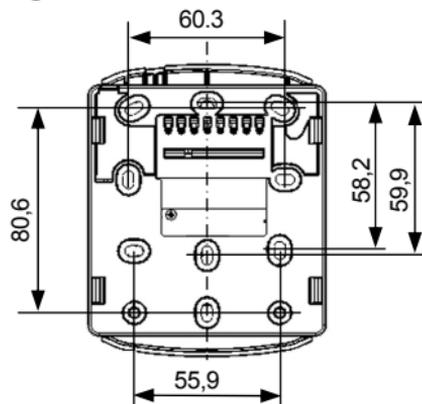
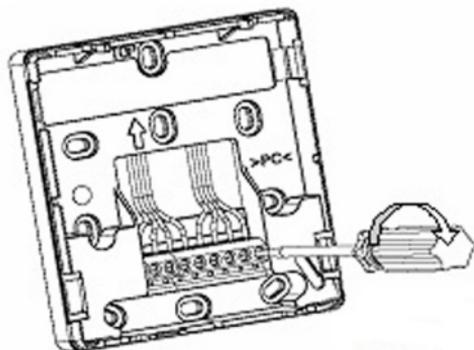
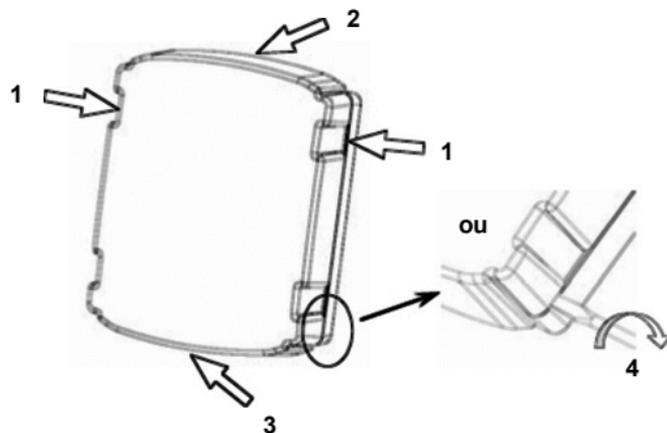
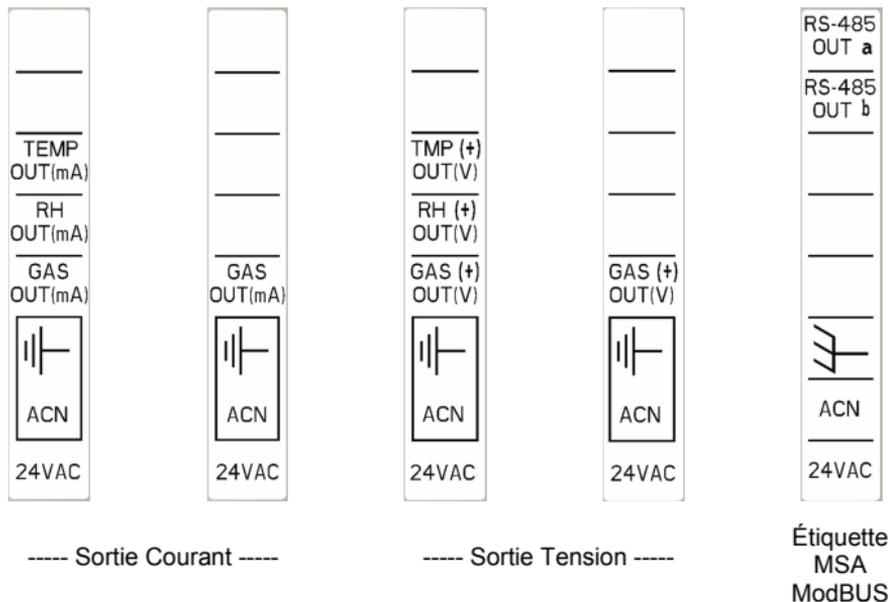

Fig. 2 Dimensions de l'installation
Fig. 3 Raccorder les câbles au bornier
Fig. 4 Fixer ou retirer le couvercle
Fig. 5 Raccordement des sorties signaux
- (1) Marquez quatre trous comme cela est indiqué sur la Fig. 2.
- (2) Percez des trous d'un diamètre adéquat pour y loger des chevilles.
- (3) Retirez le couvercle de la base et
- (4) fixez la base avec des vis du diamètre correspondant.
- (5) Reliez la base à boîtier de jonction ou autre dispositif.
- (6) Faites passer les câbles d'alimentation et de signal à travers l'ouverture rectangulaire de la base.
- (7) Raccorder les conducteurs au bornier situé dans la base, comme indiqué sur Fig. 3. Voir également les conditions de câblage sur Fig. 5.
- (8) Si des détecteurs RS-485 doivent être reliés à un dispositif de contrôle, insérez un cavalier à deux positions en J6 sur carte circuit imprimé du capteur qui est branché le plus loin du contrôleur. Cela active la résistance de terminaison RS-485 (Fin de ligne).
- (9) Alignez les deux faces latérales du couvercle avec la base et encliqueter le couvercle sur la base.
- (10) Vérifiez que le couvercle est fermement fixé à la base en tirant sur le haut et le bas du couvercle comme cela est indiqué sur la Fig. 4.
- Pour ôter le couvercle, saisissez-vous en par les rainures et retirez-le de la base (→ Fig. 4).
- Sinon, vous pouvez placer un tournevis dans les rainures indiquées sur Fig. 4 et tourner.